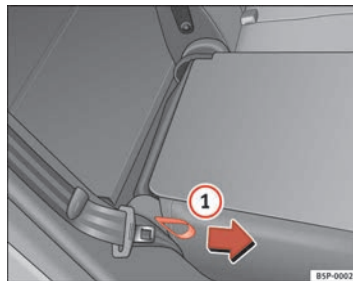

Fig. 99 Abatir o levantar el respaldo de los asientos posteriores
- Tire del lazo situado en el lateral del asiento ⇒ fig. 99 ①.